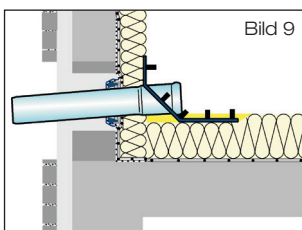

Bild 9
- 2.2 Ablaufrohr der Rohrdurchführung entsprechend der Wandstärke kürzen und die Schnittstelle entgraten. Dichtelement DN 50 einlegen. Dichtelement oder Klemmring DN 70 und DN 100 innen und Auslaufrohr außen genügend mit LORO-X Gleitmittel versehen. Ablaufrohr mit Festflansch in den Schiebeflansch bis in seine Einbauposition einführen (Bild 9).
3.2 Im Bereich des Dachablaufs Aussparung in der Kunststoff-Dachdichtungsbahn in Größe der Außenkonturen des Ablaufrohrs mit Festflansch vorsehen (Bild 9).